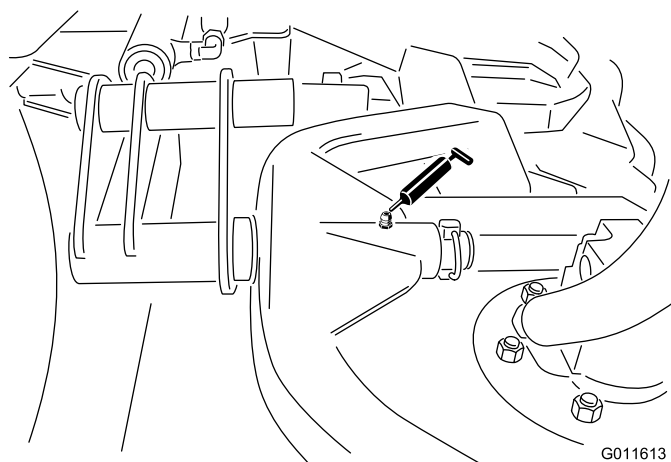

Figura 29
- Estrutura de suporte da articulação da unidade de corte (1 de cada) (Figura 29)